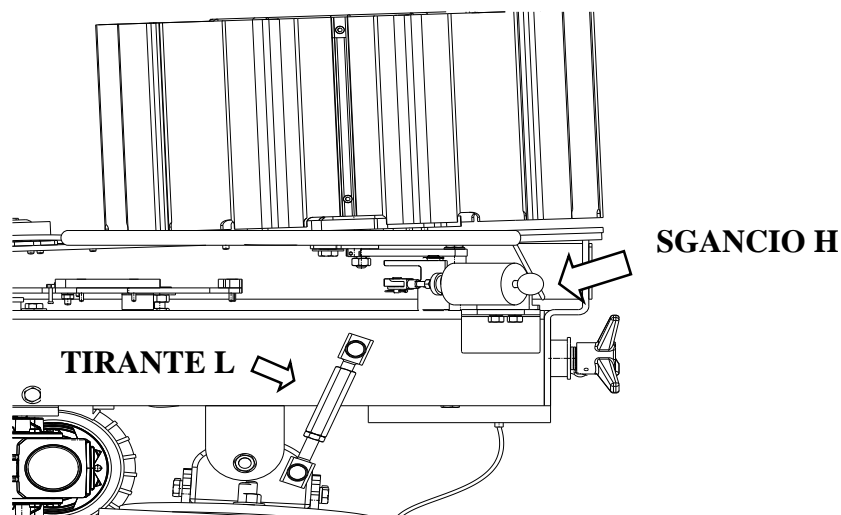

Fig. 6
- c. Procedere a sganciare mediante la manopola sferica sulla parte sinistra (Sgancio H in fig. 6)
Per modificare a piacimento l'angolo di elevazione della traiettoria del piattello. La regolazione va effettuata agendo sul tirante L (fig. 6) posto sulla fiancata sinistra della macchina.